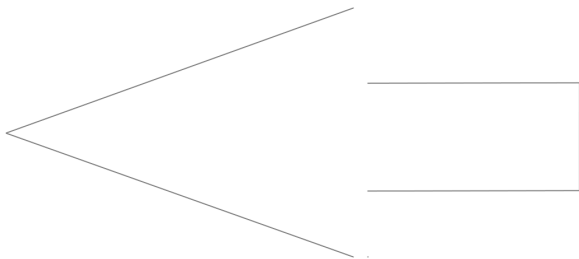

图 2-33 打开素材模型
(1) 单击常用工具栏中的【打开】按钮, 打开一幅素材模型, 如图 2-33 所示。